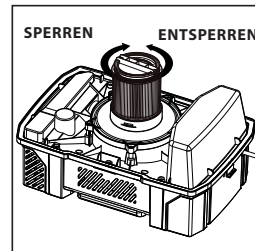

ABB. 3
- Setzen Sie die Filterhalterung oben in den Patronenfilter ein, halten Sie den Antriebskopf mit einer Hand fest, drehen Sie den Griff an der Filterhalterung im Uhrzeigersinn fest, um somit den Filter zu fixieren. (Abb. 3)